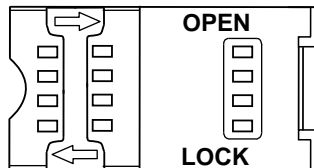

Abbildung 12 MSAM-Kartenhalter
6. Schieben Sie zum Öffnen eines Kartenhalters dessen Verriegelung in die durch den mit "OPEN" markierten Pfeil angegebene Richtung (Abbildung 12).
11. Verriegeln Sie alle MSAM-Kartenhalter, indem Sie deren Verriegelungen bis zum Anschlag in Richtung des mit "LOCK" markierten Pfeils schieben (Abbildung 12).